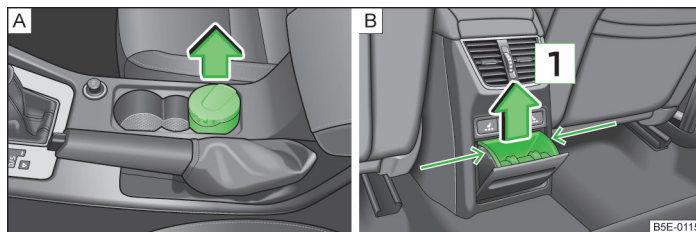

Fig. 64 Cendriers : Avant/arrière
- Extraire le cendrier » fig. 64 - [A] en le tirant dans le sens de la flèche.
- Attrapez le boîtier au niveau des flèches et extrayez-le en tirant dans le sens de la flèche [1] » fig. 64 - [B].